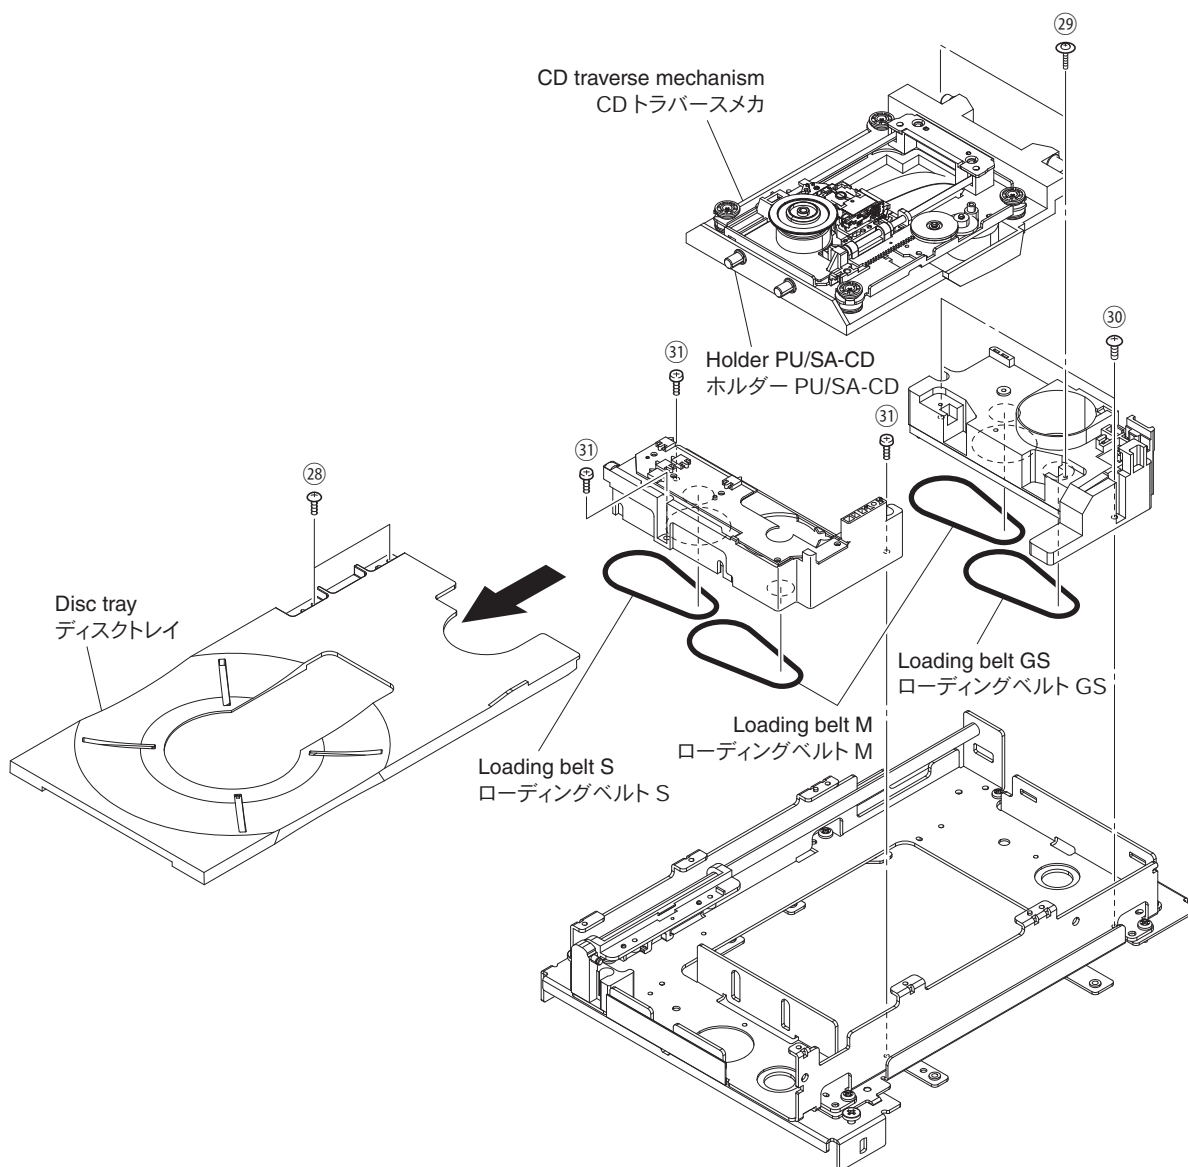

Fig. 12
- Push out the disc tray by pushing its rear. (Fig. 12)
- Remove 2 screws (28) and then remove the disc tray. (Fig. 12)
- Remove 2 screws (29). (Fig. 12)
- Remove the CD traverse mechanism together with the holder PU/SA-CD. (Fig. 12)
- Remove 2 screws (30) and then remove the rear block. (Fig. 12)
- Remove the loading belt M and loading belt GS. (Fig. 12)
- Remove 3 screws (31) and then remove the front block. (Fig. 12)
- Remove the loading belt S and loading belt M. (Fig. 12)
- ディスクトレイの後方を押し、ディスクトレイを押し出します。(Fig. 12)
- 28のネジ2本を外し、ディスクトレイを外します。(Fig. 12)
- 29のネジ2本を外します。(Fig. 12)
- CDトラバースメカをホルダーPU/SA-CDと一緒に外します。(Fig. 12)
- 30のネジ2本を外し、リアブロックを外します。(Fig. 12)
- ローディングベルトM、ローディングベルトGSを外します。(Fig. 12)
- 31のネジ3本を外し、フロントブロックを外します。(Fig. 12)
- ローディングベルトS、ローディングベルトMを外します。(Fig. 12)